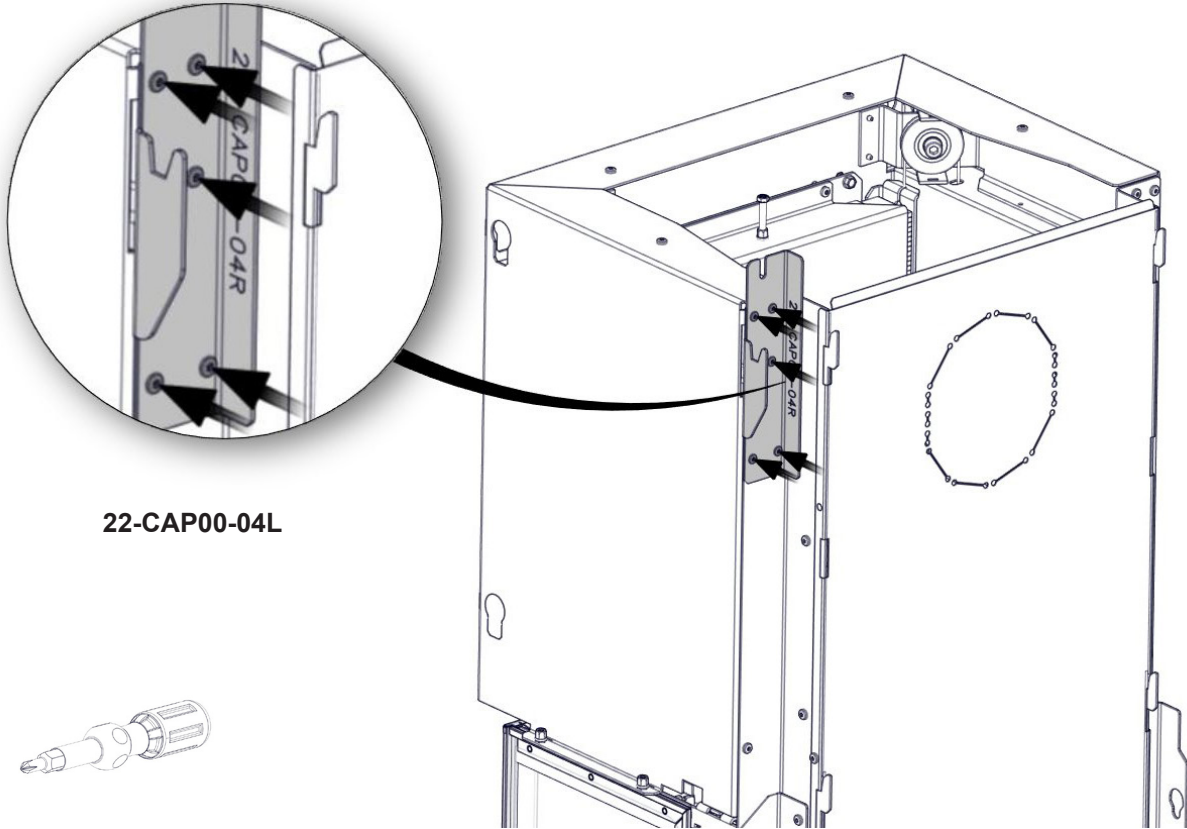

**FIG 9** Capri Low\_Q-24UL
**FIG 9 a** Capri Low\_Q-24UL
**FIG 9 b** Capri Low\_Q-24UL
FIG 9 c Capri Low\_Q-24UL